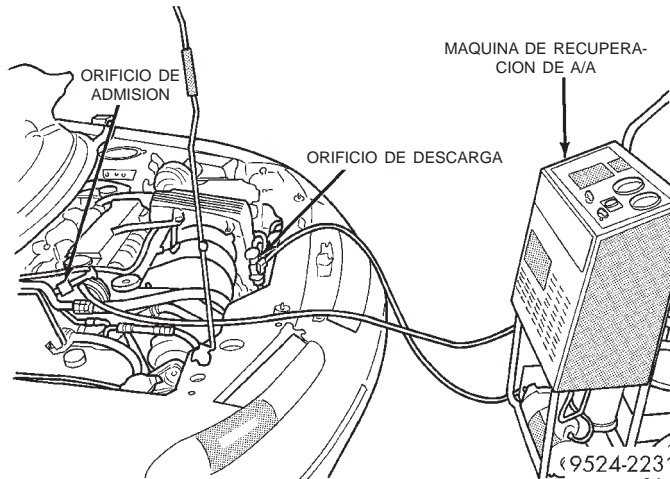

Fig. 3 Acople de la máquina de recuperación de refrigerante
(1) Conecte una unidad de carga adecuada, una máquina de recuperación de refrigerante y un juego de indicadores múltiple con la bomba de vacío (Fig. 3).
(2) Abra las válvulas de admisión y descarga y ponga en marcha la bomba de vacío. Esta bomba debe funcionar un mínimo de 45 minutos antes de la carga, a fin de eliminar toda la humedad del sistema. Cuando el indicador de admisión indica un vacío de -88 kPa (-26 pulg. de mercurio) o mayor durante 45 minutos, cierre todas las válvulas y apague la bomba de vacío. Si el sistema no alcanza el vacío especificado, es posible que el sistema de refrigerante tenga una fuga que deba ser corregida. Si el sistema de refrigerante mantiene el vacío especificado durante por lo menos 30 minutos, ponga en marcha la bomba de vacío, abra las válvulas de admisión y descarga. Después deje que el sistema se descargue durante 10 minutos más.
(3) Cierre todas las válvulas. Apague y desconecte la bomba de vacío.
(4) El sistema de refrigerante está preparado para recibir la carga de refrigerante.